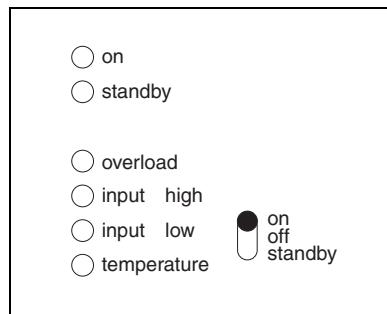

afbeelding 1.
Voor installatie van apparatuur aan de 230 Volt uitgang is een schroovedraaier (nr. 1) nodig. De aansluitpunten zijn links op de voorzijde van de omvormer printplaat geplaatst. (zie afbeelding 1, pagina 50).
De aarde-draad van het stroomnet wordt verbonden met de aarde (PE) van het 230 Volt aansluitblok (zie afbeelding 1, pagina 50). Deze verbinding is alleen functioneel wanneer de behuizing met de aarde verbonden is.
Op de printplaat bevindt zich het klemmenblok. De 230 Volt apparaten worden met een drie-adige kabel op de Atlas omvormer aangesloten (zie afbeelding 1, pagina 50).
De aansluitingen voor de 12 Volt_{DC}-, 24 Volt_{DC}- of 48 Volt_{DC}-ingang bevinden zich rechts aan de onderzijde van de printplaat, zie afbeelding 1, pagina 50.
De accukabels zijn beveiligd door zekeringen welke gepositioneerd zijn in de behuizing van de omvormer (zie afbeelding 1).